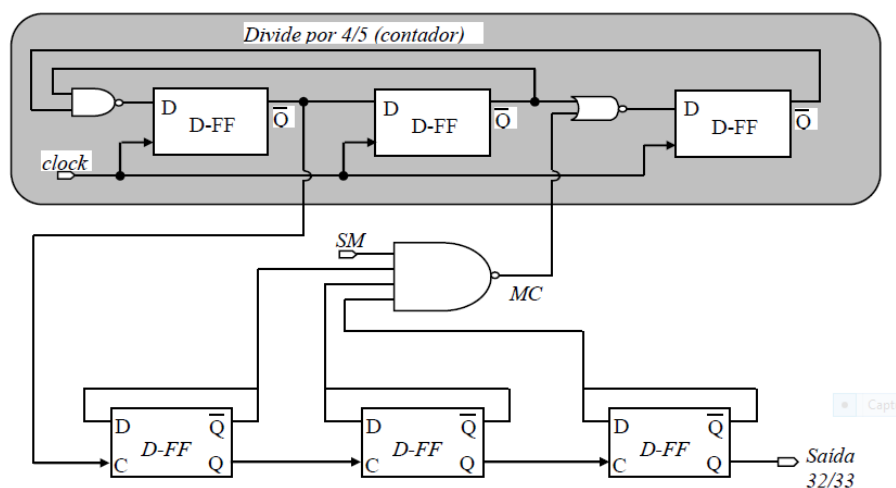

Figura 1: Prescaler 32/33
1. Considere o circuito da **Figura 1** (circuito prescaler).
Desenhe o circuito completo do esquemático da **Figura 1** utilizando as células DF1, NAND23, NOR23 e NAND40. Como sinais de entrada ele deve ter o *clock* e *SM*; como sinal de saída, *saida32\_33* (divide o *clock* por 32 ou 33).
**11.** Voltando ao circuito da **Figura 1** , extrair a partir do esquemático o *netlist* e determinar a máxima velocidade para os modelos típico e *worstspeed* (o circuito deve dividir o *clock* por 32, para SM = "0", ou por 33, para SM = "1"). Use o comando *measure*, compare as frequências obtidas nos dois modelos e comente os resultados.
**12.** A partir do *layout* do circuito da **Figura 1** , extrair o circuito para simulação com apenas capacitores. Determinar a máxima velocidade do circuito para o modelo típico e para o modelo *worstspeed*.